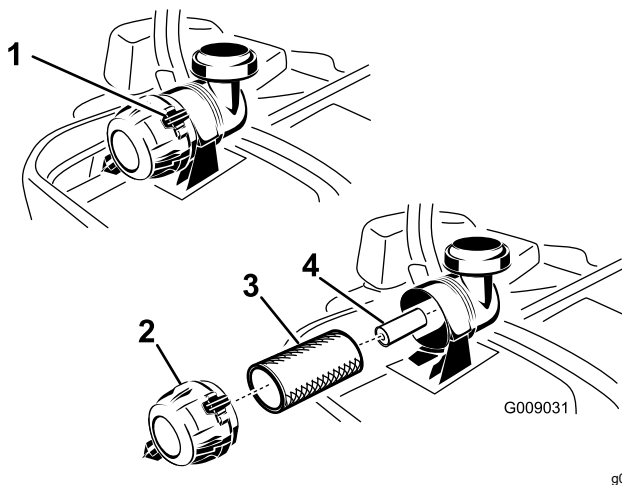

Figure 66
- Ouvrez les attaches du filtre à air et détachez le couvercle du boîtier du filtre (Figure 66).
5. Sortez le préfiltre du boîtier du filtre avec précaution (Figure 66).
2. Si vous remplacez l'élément intérieur, insérez-le avec précaution dans le boîtier du filtre (Figure 66).
3. Placez ensuite le préfiltre sur l'élément de sécurité avec le même soin (Figure 66).
4. Montez le couvercle, reniflard en bas, et tournez-le pour que les attaches verrouillent le couvercle en place (Figure 66).